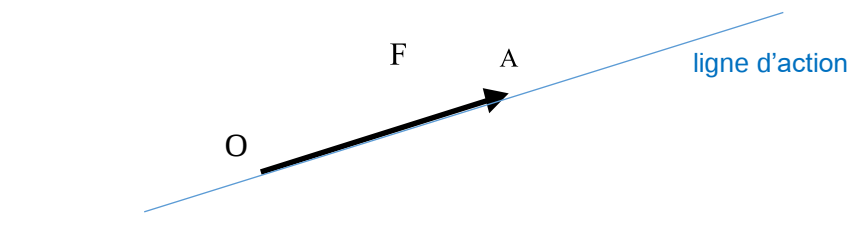

Fig.1
On voit sur la figure 1 la ligne d'action, le sens montré par la flèche, le point d'application (O) et l'intensité de la force qui est représentée par la longueur du vecteur F ($\|\overrightarrow{OA}\|$).